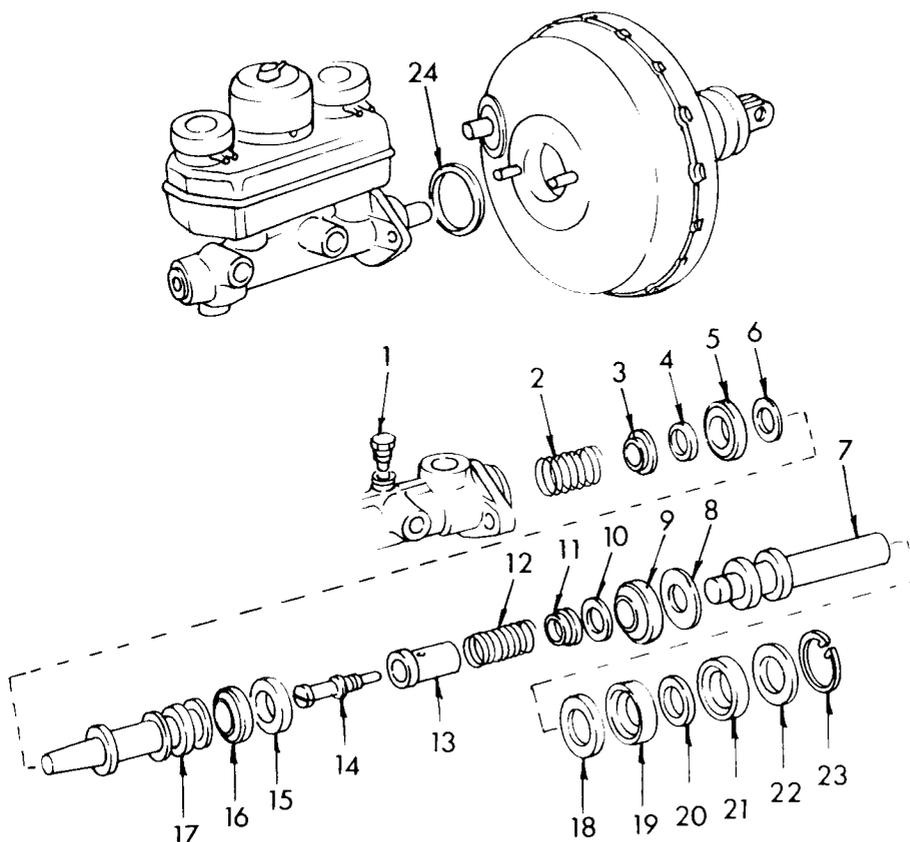

Bild 195
Die Innenteile des Hauptbremszylinders sind in Bild 195 gezeigt. Bei der Überholung des Zylinders sind die üblichen Vorsichtsmassnahmen zu beachten, die bei Arbeiten an hydraulischen Anlagen erforderlich sind. Sofort nach dem Ausbau eines Teiles sollte man sich einprägen, in welcher Lage das Teil gesessen hat.
Den Zylinder unter Bezug auf Bild 195 folgendermassen zerlegen:
- Zylinder in einen Schraubstock spannen (Blechbacken) und die Kolben mit einem Schraubenzieher in die Bohrung stossen, während der Sprengring (23) aus dem Ende der Zylinderbohrung herausgenommen wird. Den Schraubenzieher langsam zurücklassen, die Anschlagscheibe (22) und die anderen freigewordenen Teile abnehmen.
- Kolben erneut in die Bohrung drücken und die Schraube (1) herausdrehen. Diese hält den Zwischenkolben und der Kolben ist hineinzudrücken und zurückzulassen, so dass man die Schraube ohne Kraftaufwand lösen kann.
- Die beiden Kolben entsprechend Bild 195 in ihre Einzelteile zerlegen. Kolbenmanschetten nur mit den Fingern von den Kolben entfernen.
- Kolbenfüllscheibe, Hauptmanschette, Stützscheibe, Federscheibe und Feder auf dem Kolben des vorderen Bremskreises anbringen. Die Anschlagschraube («14» in Bild 195) im Ende des Kolbens wieder einschrauben.
- Zylinder in einen Schraubstock spannen und den Kolben mit einem Schraubenzieher nach innen drücken, bis man die Anschlagschraube (1) eindrehen kann. Die Schraube anziehen und den Schraubenzieher zurücklassen.